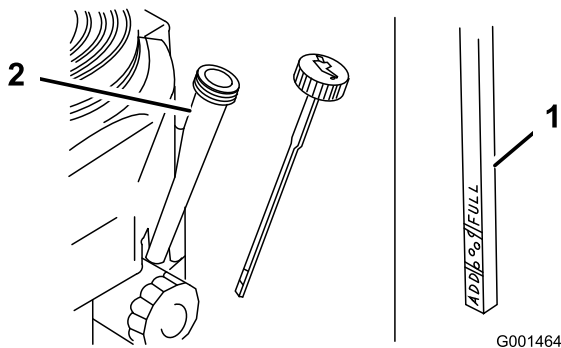

Figura 35
4. Limpie alrededor de la varilla de aceite (Figura 35) para impedir que caiga suciedad por el orificio de llenado y cause daños en el motor.
5. Desenrosque la varilla de aceite y limpie el extremo (Figura 35).
6. Deslice la varilla a fondo en el tubo de llenado, pero no la enrosque en el tubo (Figura 35).
8. Vierta lentamente un 80% aproximadamente de la cantidad especificada de aceite por el tubo de llenado (Figura 35).